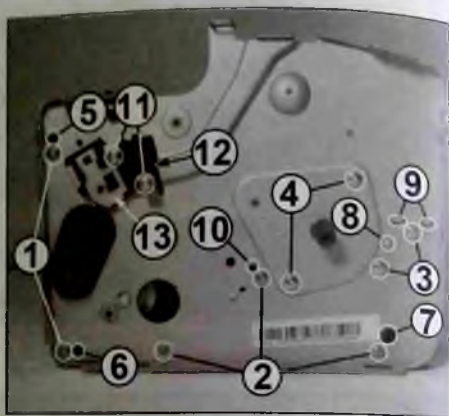

Рис. 21
ный пластмассовый кожух (см. выше «Демонтаж блока лазера»). Располагают принтер левой стороной к себе. Снимают редуктор с принтера (см. выше «Демонтаж и разборка редуктора»). Откручивают пять саморезов (1 и 2 на рис. 21) и два винта (3). Перемещают левую боковую стойку в сборе с двигателем привода к себе и снимают ее с принтера. Откручивают два винта (4) крепления двигателя и снимают двигатель с боковой стойки. Установку двигателя выполняют в обратном порядке. При установке боковой стойки обращают внимание на посадку отверстий стойки на ориентирующие выступы (5 и 6 на рис. 21) узла подачи и транспорта бумаги, подающего лотка (7), пластины крепления блока лазера (8 и 9) и защитного кожуха двигателя привода редуктора (10). Далее закручивают пять саморезов и два винта крепления левой боковой стойки и последовательно
Располагают принтер левой стороной к себе. Откручивают винты крепления и снимают редуктор с принтера (см. выше «Демонтаж и разборка редуктора»). Откручивают два самореза (11 на рис. 21), перемещают узел (12) фиксации от себя и снимают его с боковой стойки. Для снятия фиксатора (13) с основания узла перемещают его до выхода зубца фиксатора из паза основания и последовательно снимают фиксатор и пружину. Сборку и установку узла фиксации производят в обратном порядке.